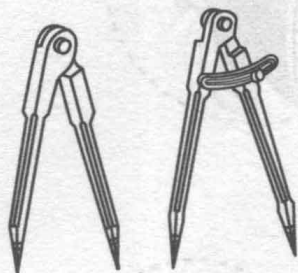

图 1-2 划规
② 划规(如图 1-2 所示)。用中碳钢或工具钢制成,两脚尖端经淬火后磨锐。划规可用于划圆、圆弧等分线段、等分角度以及量取尺寸等。